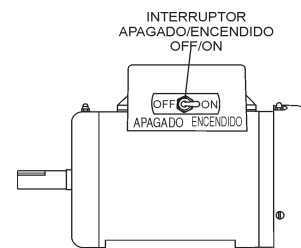

Figura 18. Interruptor del motor eléctrico ON/OFF ENCENDIDO/APAGADO (posición ON ENCENDIDO)
1. Coloque el interruptor del motor **ON/OFF ENCENDIDO/APAGADO** (Figura 18) a la posición **ON ENCENDIDO**.